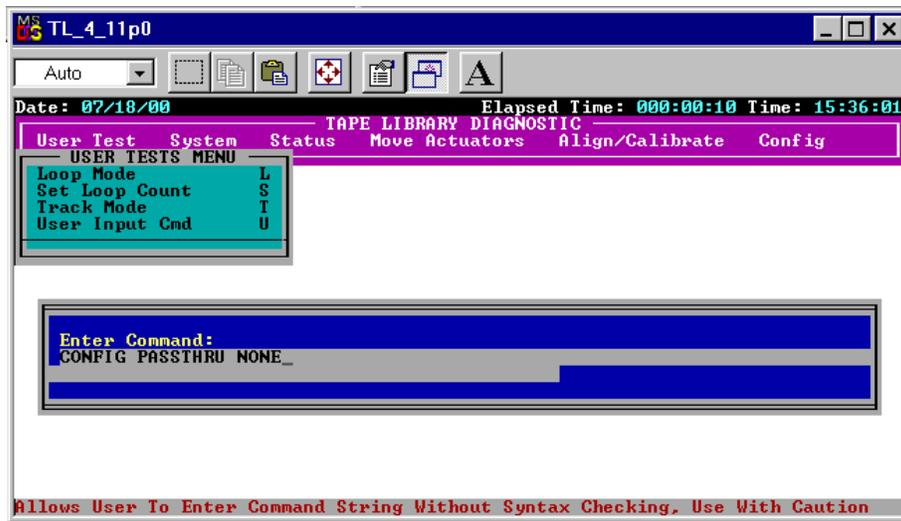

Figura 3-11. Finestra di dialogo della riga di comando
5. Dopo la visualizzazione della finestra di dialogo con riga di comando (vedere la Figura 3-11), digitare: